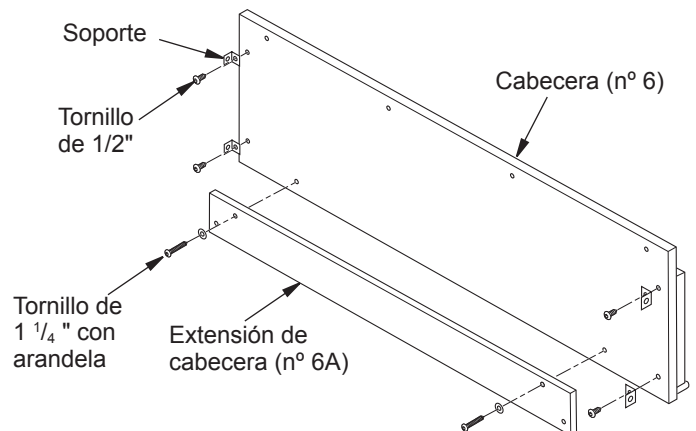

Figura 3 - Cómo fijar la extensión de la cabecera
2. Coloque la extensión de la cabecera (n° 6A) sobre el borde inferior de la cabecera, alineando los orificios en la extensión con los orificios roscados de dicha cabecera (consulte la figura 3). Con dos tornillos de 1 1/4" con arandelas y la llave Allen provista, fije la extensión a la cabecera pero no apriete los tornillos por completo.
- Con dos tornillos de 1 1/4" con arandelas, fije la extensión de la cabecera a los ensambles de las columnas, como se muestra en la figura 3, página 3, pero sin apretarlos.